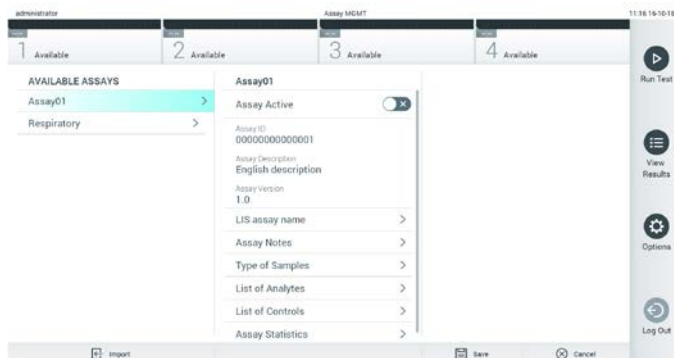

Рис. 59. Екран Assay Management (Керування аналізами).
2. Щоб імпортувати нові аналізи в аналізатор КВІАстат-ДКс (QIAstat-Dx) 1.0, натисніть кнопку **Options** (Параметри), а потім – **Assay Management** (Керування аналізами). Екран **Assay Management** (Керування аналізами) з'являється в області вмісту дисплея (рис. 59).